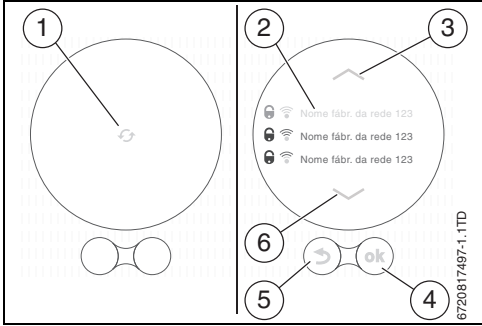

Fig. 27 Seleção de uma rede Wi-Fi
► Premir a tecla “Retornar” (→ fig. 27, [5]) para ligar o termóstato no modo offline.
► Premir a tecla (*) (→ fig. 27, [4]) para repetir a pesquisa.